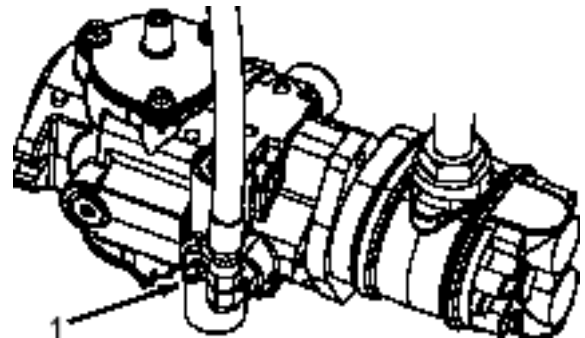

図 31
1. ポンプ下のバイパス・バルブ（図31）を溝が縦になるように回転させる。